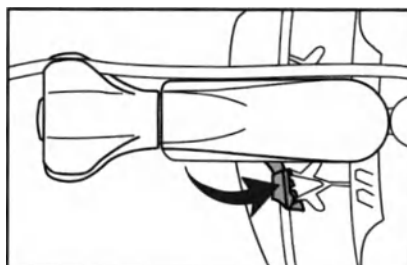

Abbildung 4a: Verschlusshebel in Position ENTRIEGELT
4. Um den ACROBAT-i-Positionierer auf dem Spreizer zu befestigen, die Montagevorrichtung verriegeln durch Drücken des Verschlusshebels in Richtung Gehäuse in die Position VERRIEGELT. Sicherstellen, dass der ACROBAT-i-Positionierer sicher auf dem Spreizer befestigt ist, wenn die Montagevorrichtung verriegelt ist. Die entriegelte bzw. verriegelte Position ist in Abbildung 4a und 4b dargestellt.